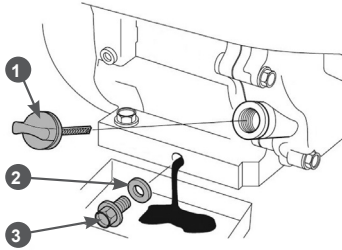

Рис. 13 Замена моторного масла
5. Осторожно открутите крышку-щуп 1 из маслозаливной горловины, протрите её насухо и отложите в сторону (Рис. 13).
6. Открутите пробку для слива масла и слейте отработанное масло в подготовленную для этого емкость (Рис. 13).